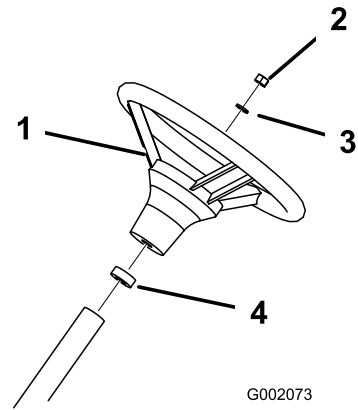

Bild 4
- Befestigen Sie das Lenkrad mit der Mutter an der Welle (Bild 4).